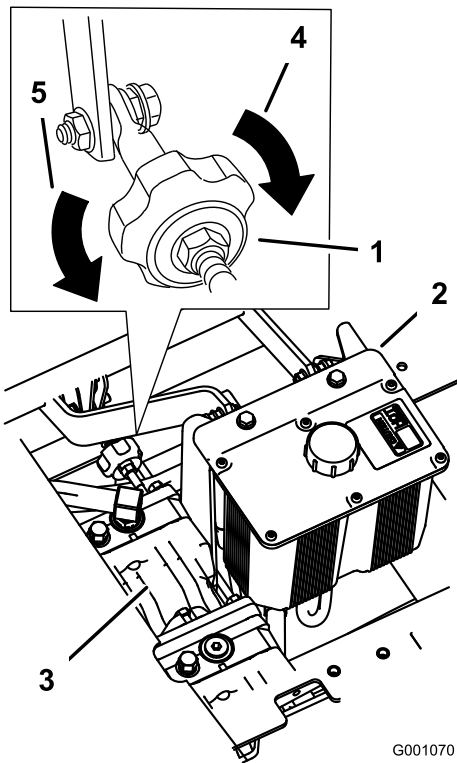

Figura 52
4. Para que la máquina vaya a la derecha, gire el pomo hacia el lado derecho de la máquina. Consulte Figura 52.
5. Para que la máquina vaya a la izquierda, gire el pomo hacia el lado izquierdo de la máquina. Consulte Figura 52.